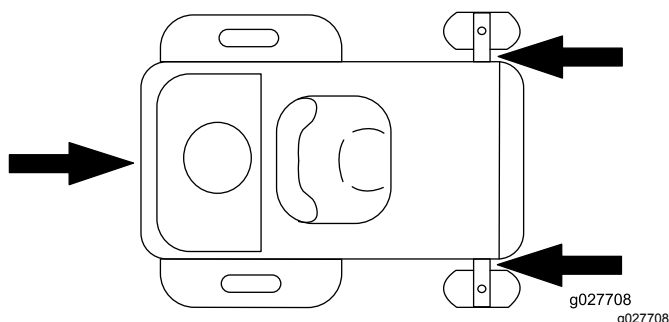

Figura 37
5. Prenda a máquina perto das rodas giratórias frontais e pára-choques traseiro (Figura 37).